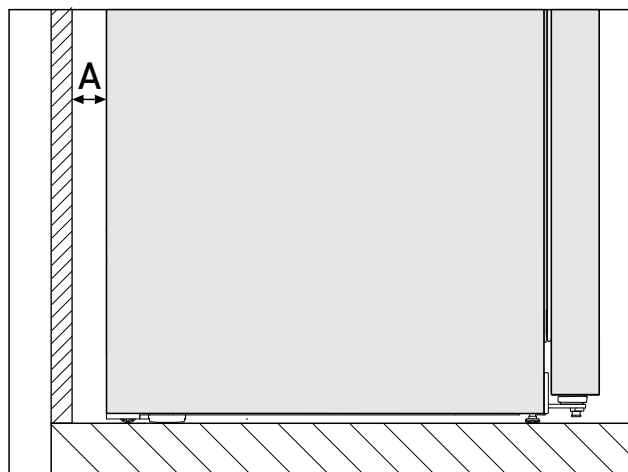

Fig. 3 *
Poraba energije je določena z razdaljo do stene Fig. 3 (A) med hrbtno stranjo aparata in steno. Če je razdalja do stene manjša kot Fig. 3 (A), to nima vpliva na delovanje aparata. Če je razdalja do stene manjša, se lahko poraba energije malce poveča, poleg tega pa lahko začne na hrbtni steni aparata nastajati kondenzat.*